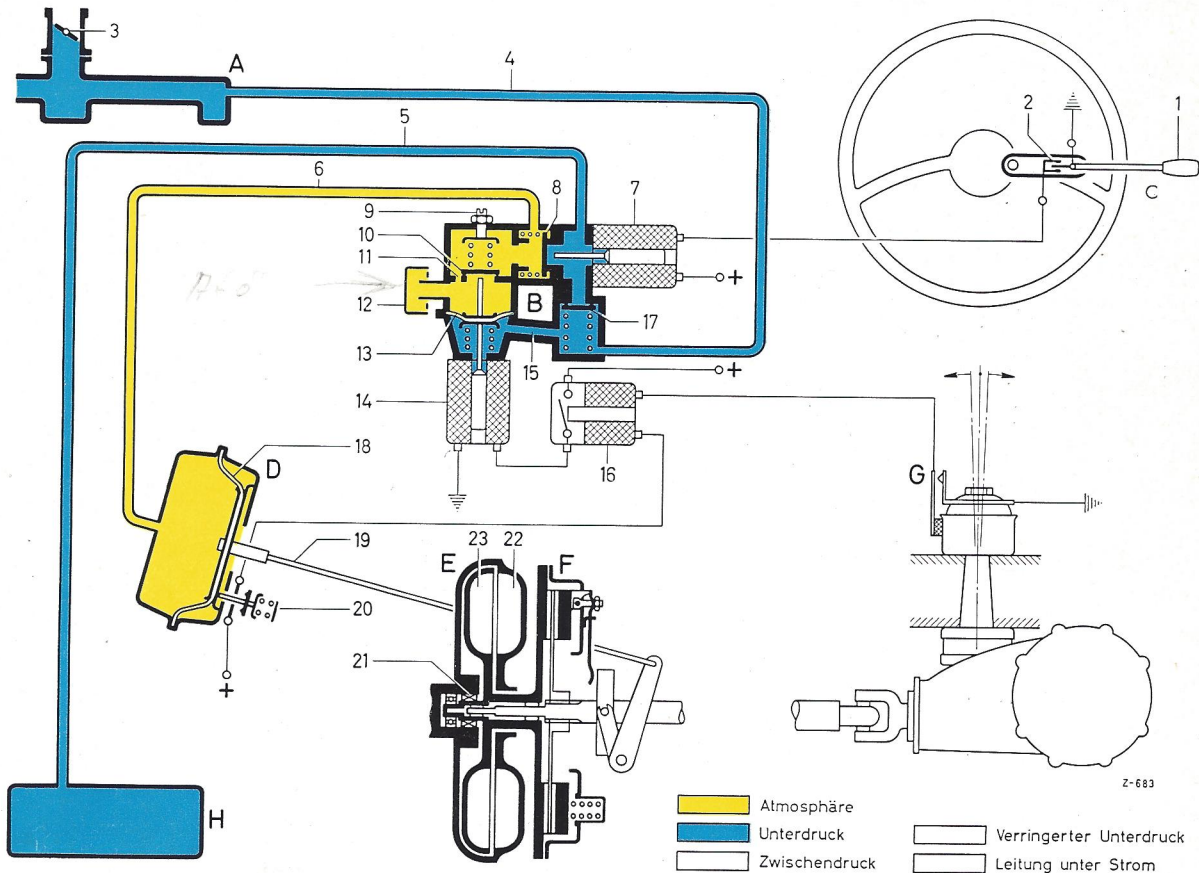

Bild 25-0/8
Bei laufendem Motor entsteht im Saugrohr des Motors, vor allem im Leerlauf bei wenig geöffneter Drosselklappe (3) ein hoher Unterdruck, der über die Unterdruckleitung (4), das Rückschlagventil (17) und die Unterdruckleitung (5) auf den Vorratsbehälter (H) wirkt (Bild 25-0/8).